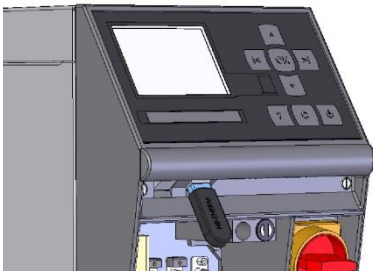

Fig. 55: Ligar o dispositivo USB
2. Ligar o dispositivo USB (Fig. 55).